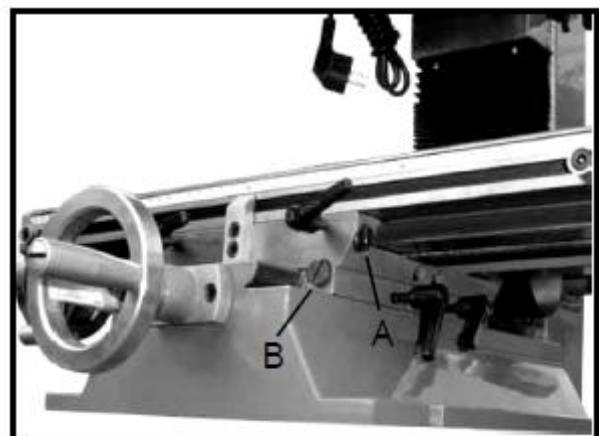
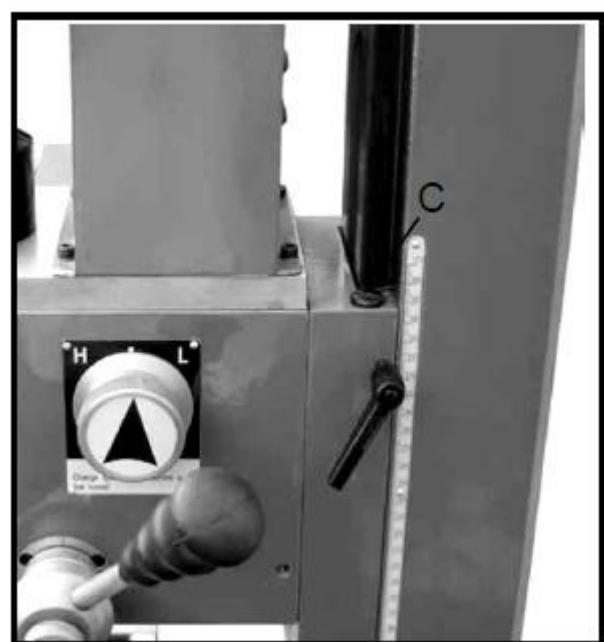

Рис. 17
Рис. 18
1. Регулировочный винт горизонтального клина (A, рис. 17) находится в задней правой части стола. Регулировочный винт клина траверсы (B, рис. 17) находится на правой стороне седла под столом. Регулировочный винт вертикального клина (C, рис. 18) находится на стойке.